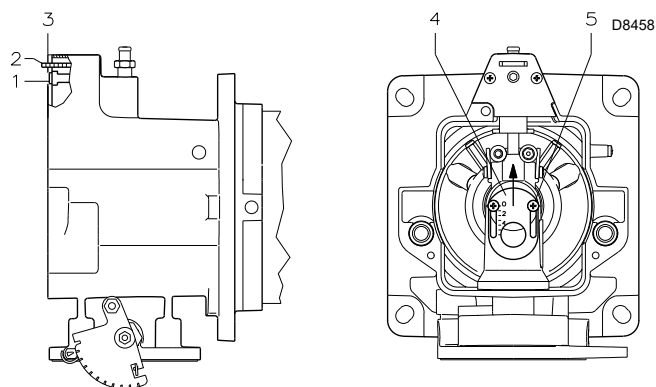
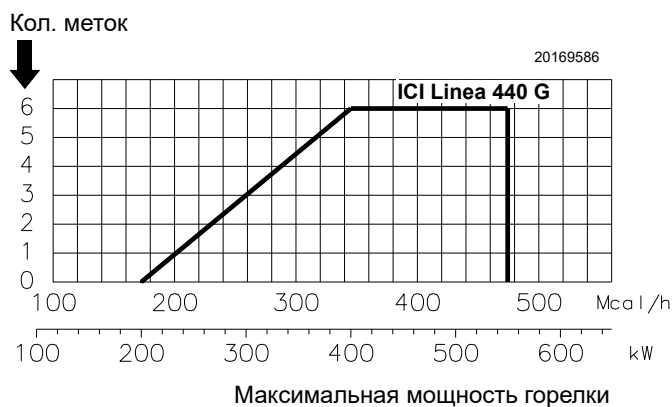

Рис. 14
Рис. 16
На этом этапе монтажа головка горения закрепляется на котле, как показано на Рис. 14, что значительно упрощает ее регулировку, которая зависит только от максимальной мощности горелки.
- Поверните винт 1) (Рис. 14) до совмещения метки на пластине 2) (Рис. 14) с передней плоскостью пластинки 3) (Рис. 14).
Если для конкретного случая требуется специальная регулировка, можно изменить расход центрального воздуха с помощью круглой гайки 4) (Рис. 14), доходя до метки, указанной на графике (Рис. 16).
Для этого ослабьте винты 5) (Рис. 14) и поднимите круглую гайку 4) (Рис. 14) вверх. После этого затяните винты 5) (Рис. 14).